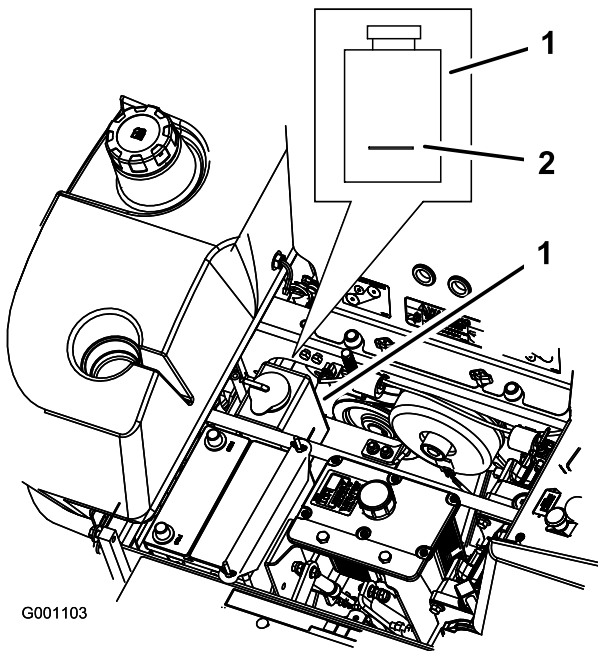

Figura 84
3. Con el motor frío, compruebe el nivel del depósito de expansión. El nivel de líquido debe llegar a la línea en relieve en el exterior del depósito de expansión (Figura 84).
4. Si el nivel de refrigerante es bajo, añada una mezcla al 50% de anticongelante de larga vida/Dex-Cool® y agua al depósito de expansión (Figura 84).
5. Añada la mezcla al 50% de refrigerante al depósito de expansión y llénelo hasta la línea marcada en el depósito (Figura 84).